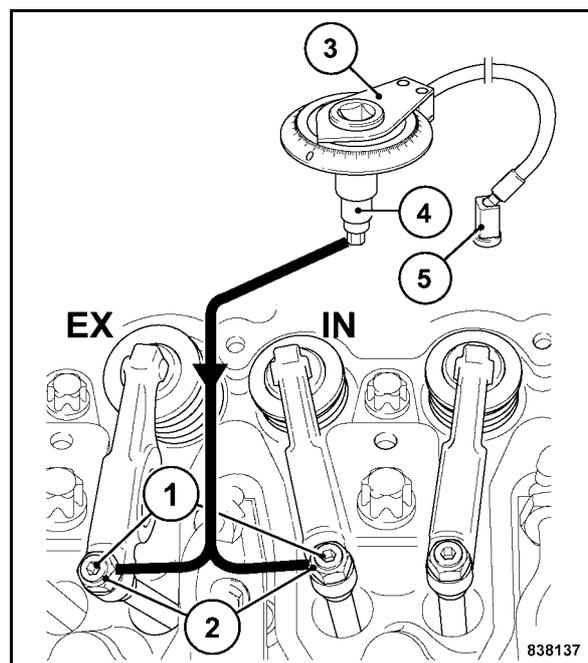

Рис. 176
- Ослабить контргайку (1) (Рис. 176).
- Надеть диск угла поворота (3) и насадку торцового ключа (4) на болт для регулировки зазора в приводе клапана (2).
- Зафиксировать магнит (5) диска угла поворота.